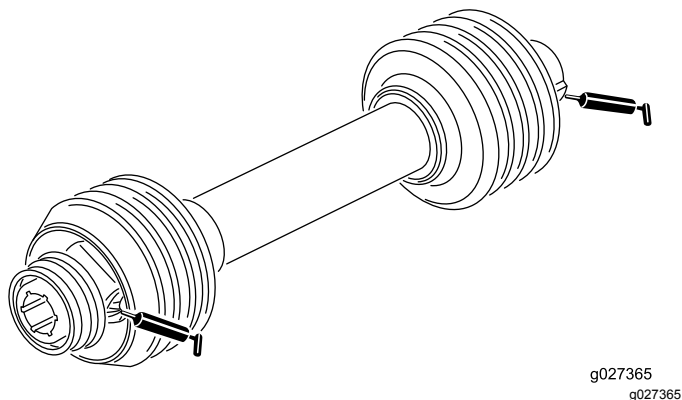

图10
2. 如图10所示用 2 号锂基润滑脂润滑风扇轴轴承上的黄油嘴。
如图10所示用2号锂基润滑脂润滑2个驱动轴接头。